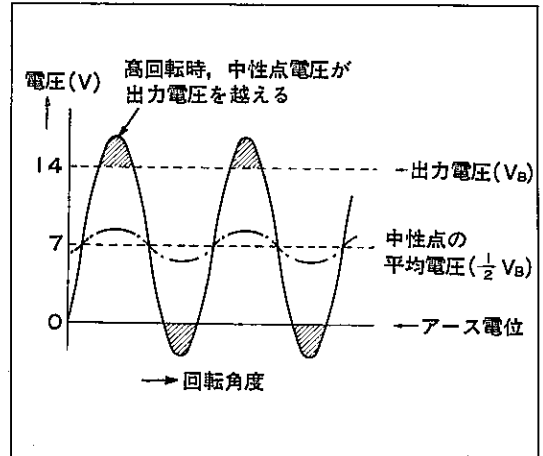

図5-91 出力アップ加算部分 S6359
(2) 高速回転時、中性点電圧のピークで出力電圧（ゼネレータ レギュレータによつて一定に制御されている）以上になる所は、図5-91斜線の部分である。